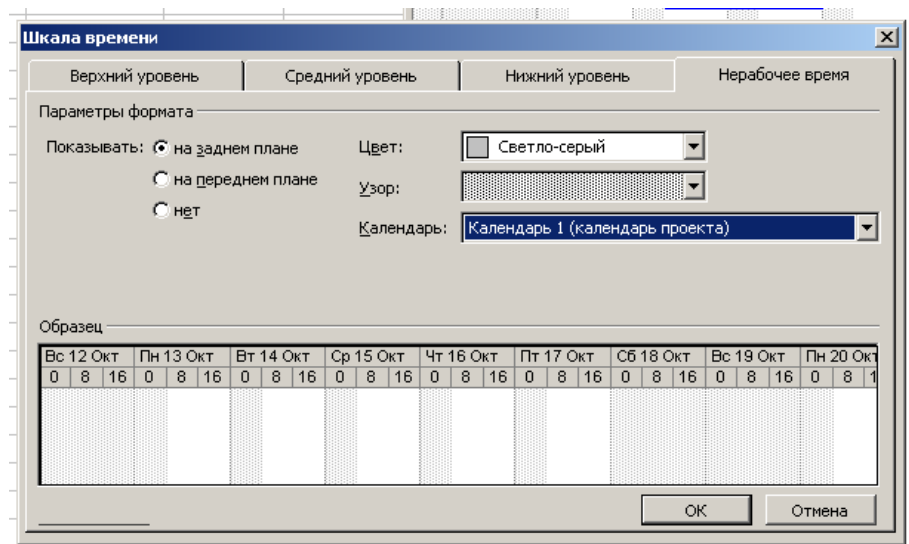

Рис. 2.9. Вкладка **Nonworking Time** (Нерабочее время) диалога **Timescale** (Масштаб времени)
- Выберите команду контекстного меню **Nonworking Time** (Нерабочее время). На экране появится диалог **Timescale** (Масштаб времени) с открытой вкладкой **Nonworking Time** (Нерабочее время) (рис. 2.9).